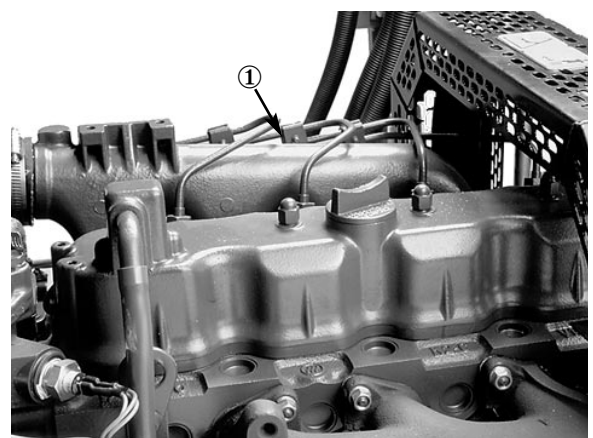

Fig. 3
4. Se il livello non raggiunge la tacca di pieno, togliere il tappo di riempimento (Fig. 3) e rabboccare con olio SAE 10W-30 finché l'olio raggiunge la tacca di pieno. **NON RIEMPIRE TROPPO.** La coppa dell'olio con il filtro contiene 6,5 litri.